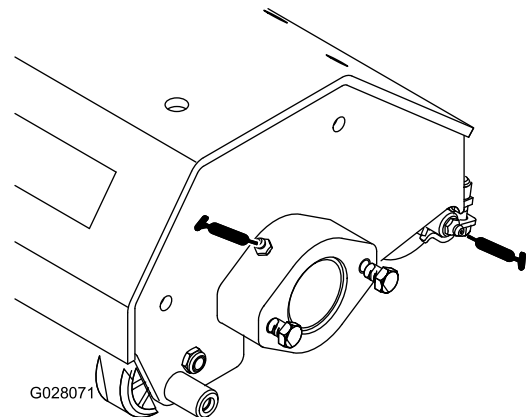

Figure 12
2. Appliquez de la graisse sur les roulements des arbres des rouleaux triples cylindres et sur les roulements de rouleau arrière (Figure 12) jusqu'à ce qu'une pression soit sentie.